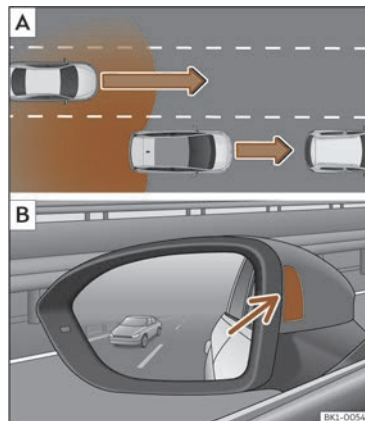
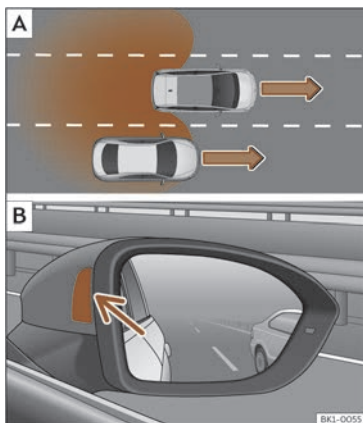

Fig. 139 Representació esquemàtica: **A** Avançament amb trànsit a la part posterior. **B** Indicació de l'assistent de canvi de carril al costat esquerre.
Fig. 140 Representació esquemàtica: **A** Avançament al carril central i incorporació posterior al carril dret. **B** Indicació de l'assistent de canvi al costat dret.
En les situacions següents es mostra una indicació a l'indicador de control >>> **fig. 139 B** (fletxa) o >>> **fig. 140 B** (fletxa):
- Quan s'és avançat per un altre vehicle >>> **fig. 139 A**.
- Quan s'avança un altre vehicle >>> **fig. 140 A** amb una diferència de velocitat d'aprox. 10 km/h (6 mph). Si l'avançament és considerablement més ràpid, no es mostra cap indicació.